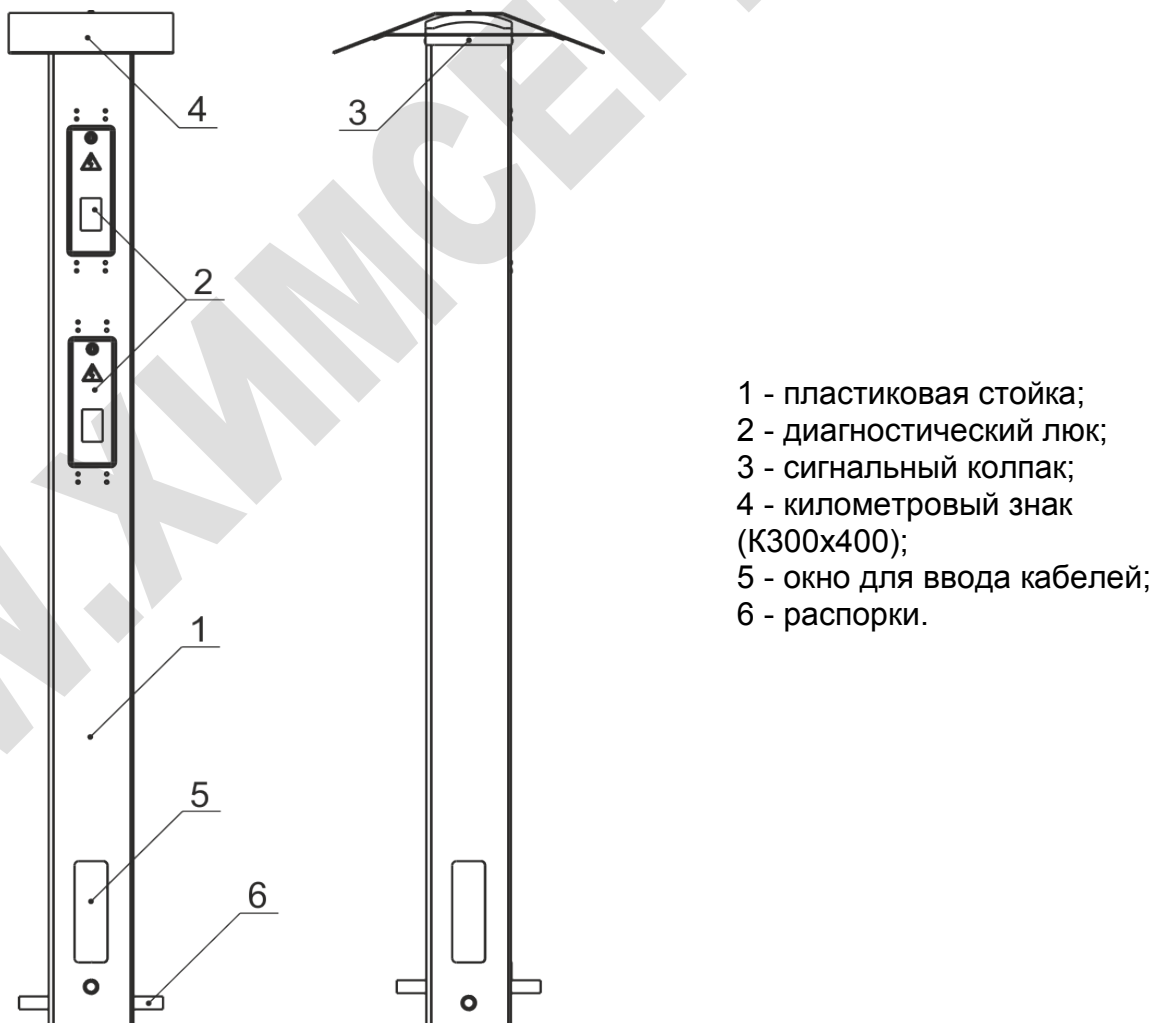

Рисунок 1 – Общий вид контрольно-измерительного пункта
1.2.1 Конструктивно КИП с УЗЗ (см. рисунок 1) состоит из: